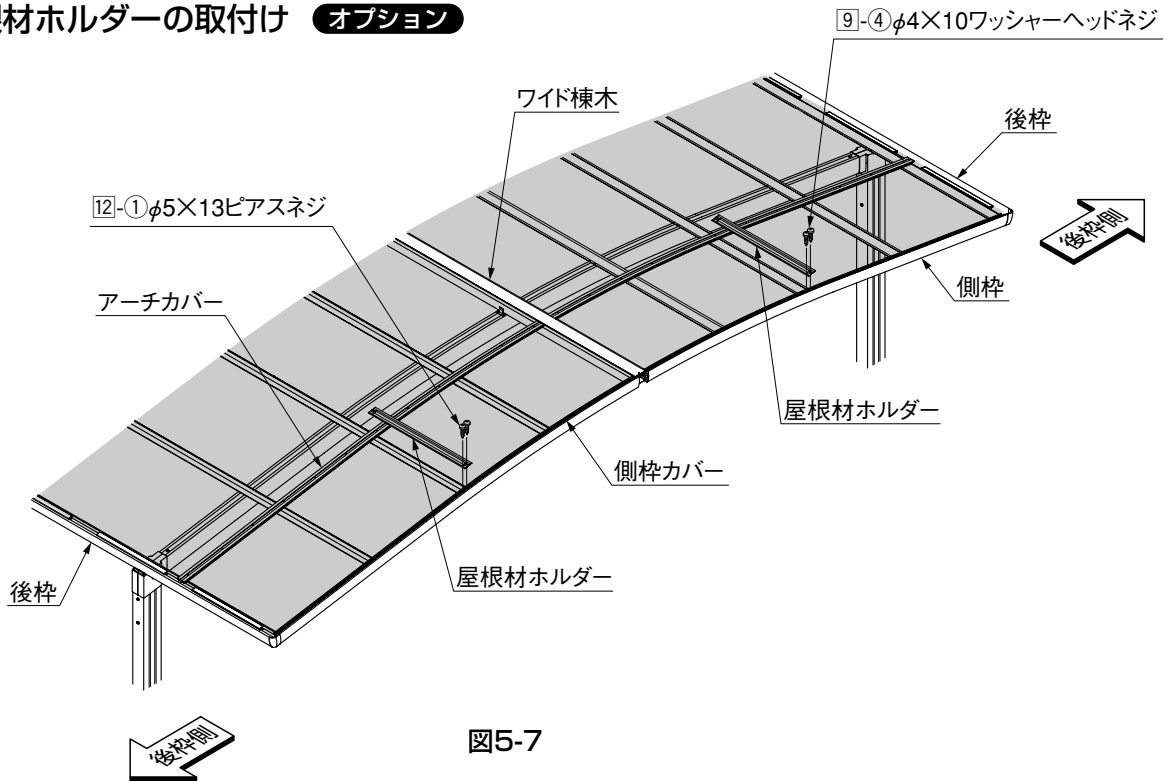

図5-7
- 1 屋根材ホルダーを後枠側から数えて、2本目の母屋の真上の位置に12-①で取付けてください。(図5-7参照)